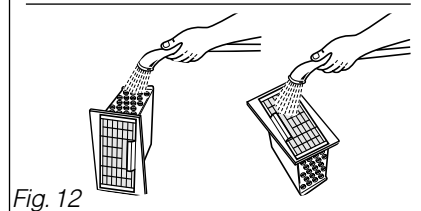

Fig. 12
– Nettoyez-le uniquement avec de l'eau sous le robinet (Fig.12).